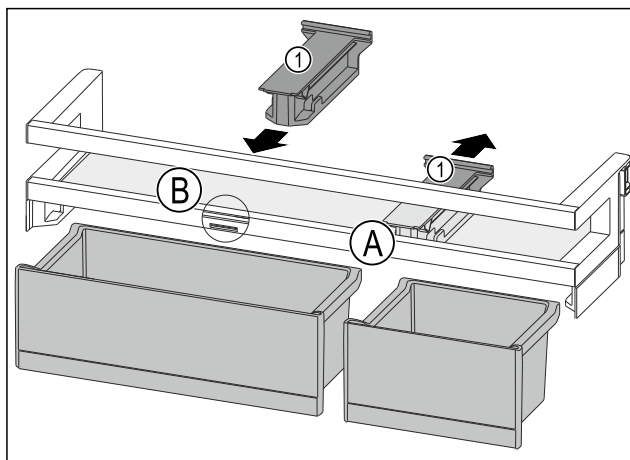

Fig. 157
- Largoni nga prapa pjesën mbajtëse Fig. 157 (1) në pozicionin Fig. 157 (A).
- Vendosni pjesën mbajtëse Fig. 157 (1) në pozicionin Fig. 157 (B).